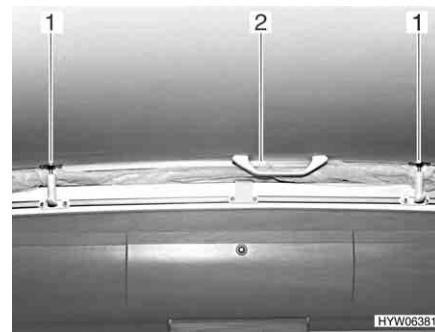

Fig. 45 Tetto sollevabile (chiuso)
- Estrarre tutti i tenditori (Fig. 45,1) dal supporto, tirandoli verso il basso.
- Tirare verso il basso il tetto sollevabile mediante le maniglie (Fig. 45,2).
- Tirare tutti i tenditori (Fig. 45,1) verso il basso e arrestarli.